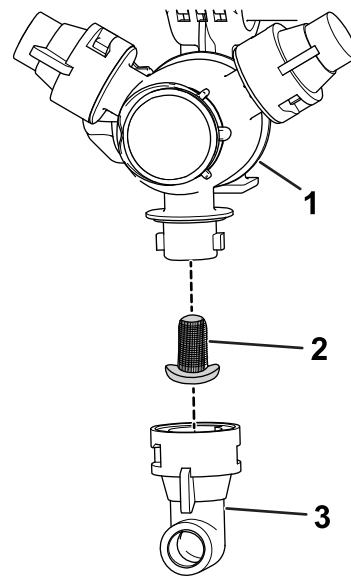

Figura 61
2. Rimuovete l'ugello dalla torretta di irrorazione (Figura 61).
3. Rimuovete il filtro dell'ugello usato (Figura 61).
4. Montate il nuovo filtro dell'ugello (Figura 61).
5. Montate l'ugello sulla torretta di irrorazione (Figura 61).